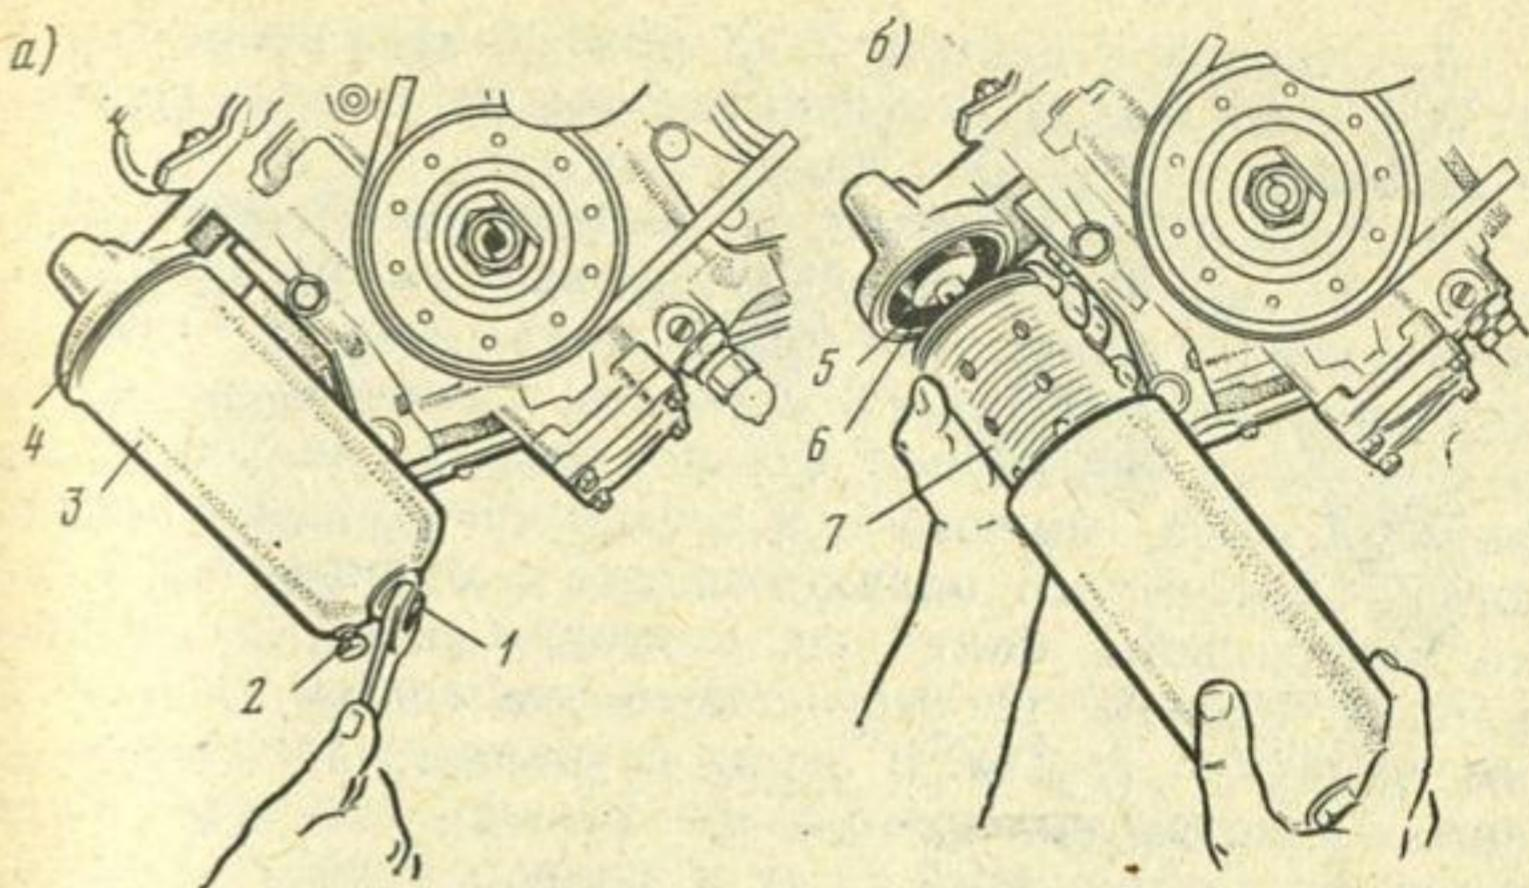

Рис. 53. Замена фильтрующего элемента полнопоточного фильтра очистки масла:
Полнопоточный фильтр очистки масла (рис. 53) со сменным бумажным фильтрующим элементом 7 включен последовательно в главную масляную магистраль и расположен в передней нижней части двигателя. Само название фильтра «полнопоточный» говорит о том, что все масло, нагнетаемое насосом в магистраль, проходит предварительно через фильтр, оставляя в нем находящиеся в масле частицы продуктов износа и смолистые вещества. Очищенное масло поступает к подшипникам и другим трущимся деталям, уменьшая их износ. Постепенно поры бумажного фильтрующего элемента забиваются грязью и продуктами износа, эффективность очистки масла резко падает, а износ деталей двигателя увеличивается. Кроме этого, присадки, придающие маслу ряд полезных свойств, «стареют», масло теряет свои ценные качества, а это тоже оказывается на условиях работы двигателя.
2. Одновременно слейте отстой из корпуса фильтра, отвернув сливную пробку 2 (рис. 53, а).
5. Выньте отработавший фильтрующий элемент 7 (рис. 53, б), промойте неэтилированным бензином изнутри корпус фильтра и протрите его насухо. Если при удалении фильтрующего элемента извлечено и нижнее резиновое уплотняющее кольцо, то его следует осмотреть. Кольцо, имеющее недеформированный уплотняющий бурт и тугу надвигающееся на протертый насухо центральный болт, еще пригодно для дальнейшей работы. Кольцо, не отвечающее указанным требованиям, заменяют новым. В обоих случаях до установки нового элемента уплотнительное кольцо аккуратно надевают на центральный болт и плавно продвигают вниз до упора в стальную шайбу, опирающуюся на поджимную пружину. Ни в коем случае нельзя сначала установить уплотнительное резиновое кольцо в нижнее навливать уплотнительное элемента, а затем, вставляя элемент в коротверстие элемента, одновременно надвигать кольцо на центральный болт. При таком способе монтажа неизбежны перекосы или вдавливание кольца во внутреннюю трубку элемента. Частичная или полная потеря уплотнения элемента в соединении с болтом приведет к прекращению очистки масла, что опасно для сохранности двигателя.